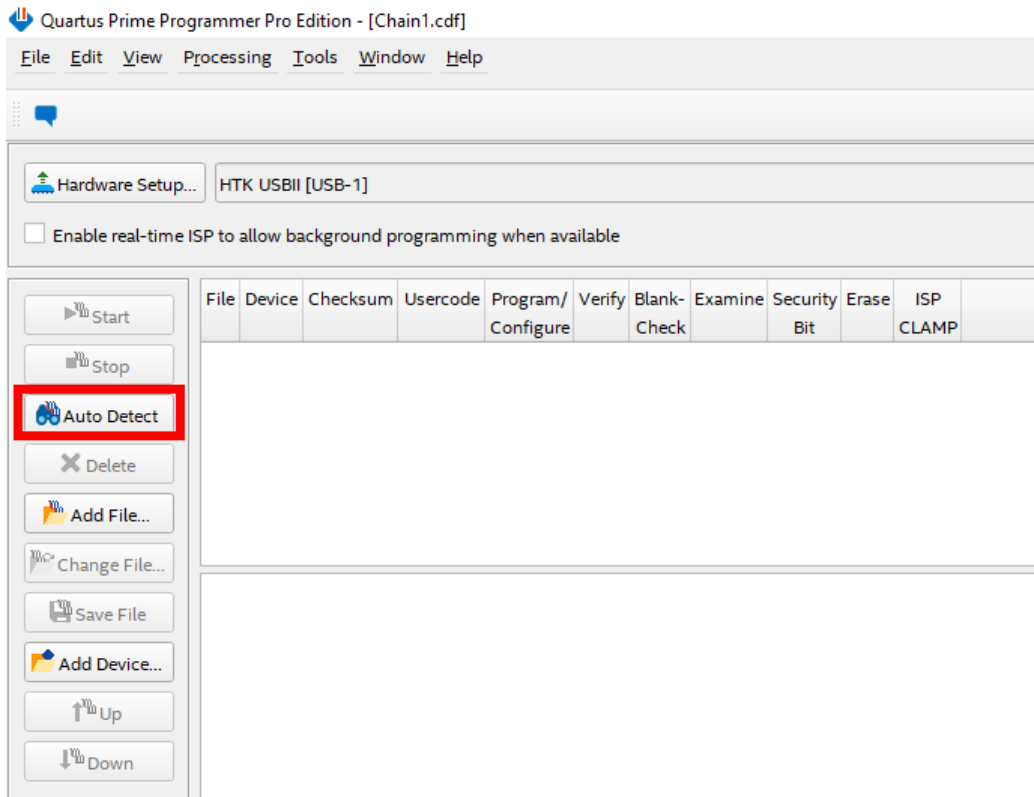

图 4-8. Quartus Prime Programmer 中的自动检测
- 打开 Quartus Prime Programmer 并点击“Auto Detect”按钮。有关如何导航至相应功能的信息，请参阅图 4-8。如果这是 eSOM7 首次连接到 PC，而“Auto Detect”按钮为灰色，请点击“Hardware Setup...”按钮，在“Currently selected hardware”旁边的下拉菜单中选择“HTK USBII”，然后检查“Hardware frequency”是否设置为 24000000Hz。